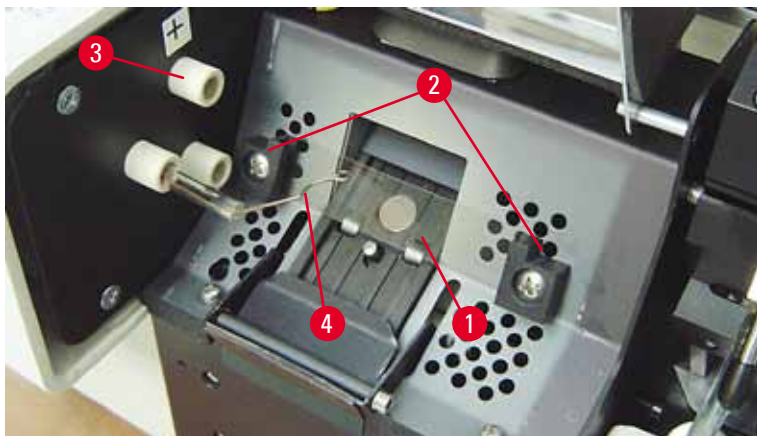

Fig. 17
5. Assicurarsi che la linguetta di contatto (→ "Fig. 16-2") venga rimossa dal filo di accensione (→ "Fig. 17-4") della lampadina (vedere anche (→ "Fig. 17") e (→ "Fig. 18-1")).